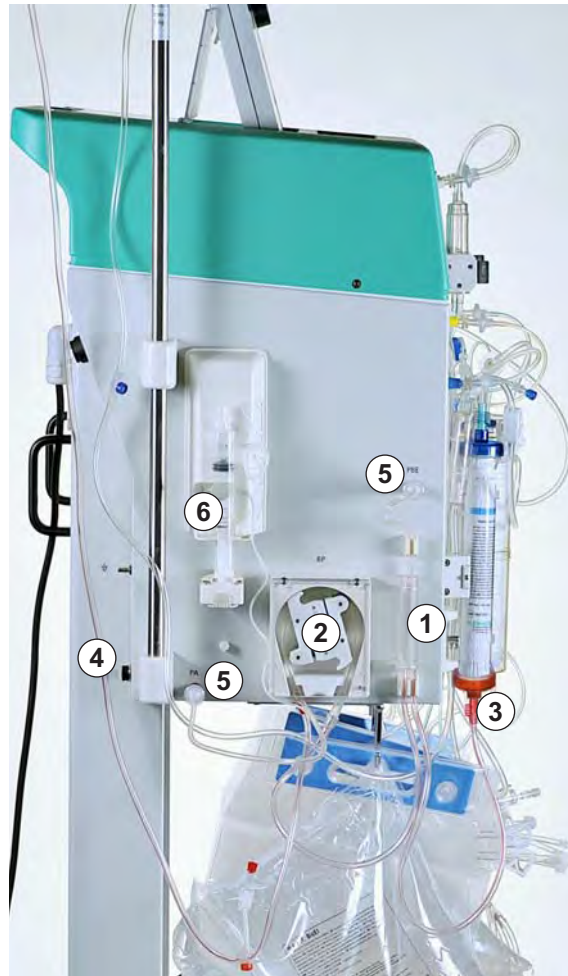

Abb. 5-13 Anbringen der arteriellen Leitung
1. Arterielle Kammer in die Halterung (Abb. 5-13, ① ) einlegen.
2. Pumpensegment der arteriellen Leitung mit der roten Markierung nach links in die Blutpumpe (Abb. 5-13, ② ) einlegen.
3. Arterielle Zulaufleitung an den Einlauf des Plasmafilters (Abb. 5-13, ③ ) anschließen.
4. Arterielle Leitung (Abb. 5-13, ④ ) an den 3-l-Kochsalzbeutel anschließen, der an der Infusionsstange hängt.
5. Beide Druckaufnehmer (Abb. 5-13, ⑤ ) anschrauben.
8. Die Spritze in der Halterung der Heparinpumpe (Abb. 5-13, ⑥ ) befestigen.